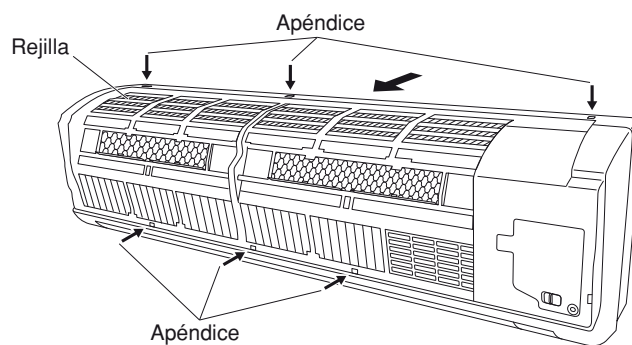

Fig. 18a-2
- (3) Presione los 3 apéndices que hay en la parte superior de la rejilla y los 3 apéndices de a superficie frontal para separar la rejilla del bastidor. (Fig. 18a-2)
- (4) Tire de la rejilla hacia usted para extraerla. (Fig. 18a-2)